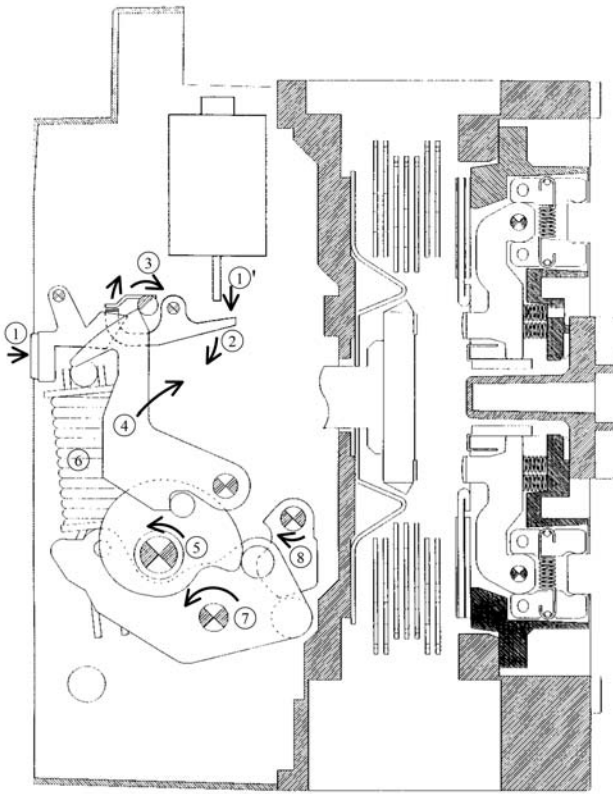

Fig. 24 Movimiento de cierre 1 (movimiento de descarga)
Las Figs. 24 - 27 ilustran el movimiento de los mecanismos ON-OFF y de carga.
La palanca de carga o el motor de carga provocan que la leva de carga (1) gire hacia la izquierda. Esto hace girar la palanca de cierre (2) y la palanca del disparador de cierre (3) hacia la izquierda y un trinquete semicircular se acopla con la palanca de cierre (2). La leva de carga (4) gira hacia la derecha, de modo que el muelle de cierre (5) se comprime y la leva de cierre 5 gira hacia la izquierda. En este momento, cada componente se encuentra en la posición indicada en la Fig. 24.